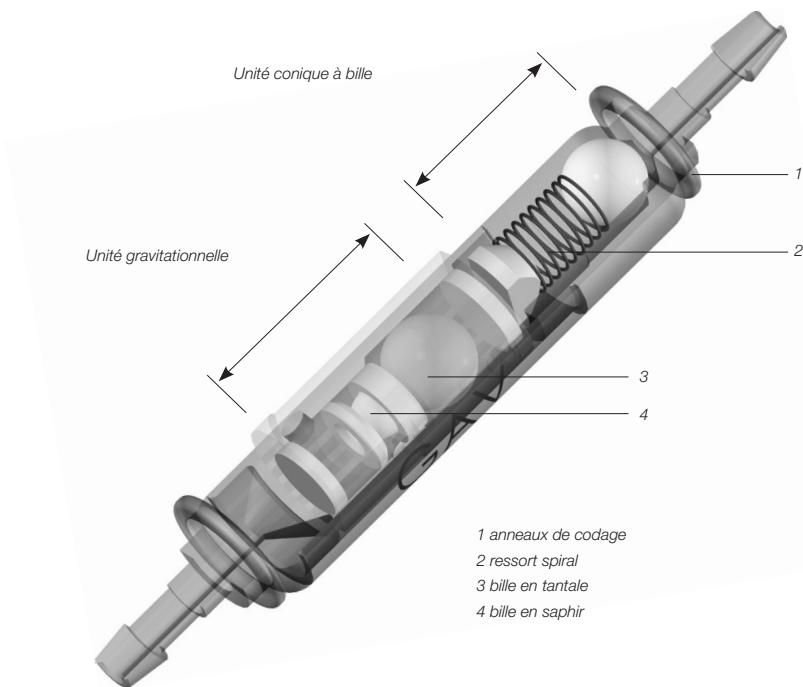

Fig. 1: présente un schéma en coupe de la valve GAV
La fig. 1 présente un schéma en coupe de la valve GAV. Elle est composée d'un boîtier robuste en titane, à l'extrémité proximale duquel est intégrée une unité conique à bille. Un ressort spiral (2) assure la pression d'ouverture de l'unité conique à bille. L'unité gravitationnelle dans la zone distale est constituée d'une bille en tantale (3), qui détermine la pression d'ouverture de cette unité, et d'une bille en saphir (4), qui garantit la précision de la fermeture. A l'extrémité distale de la valve est intégré au choix un connecteur ou un cathéter en silicone. Les anneaux de codage (1) permettent d'identifier les niveaux de pression sur le cliché radiographique.